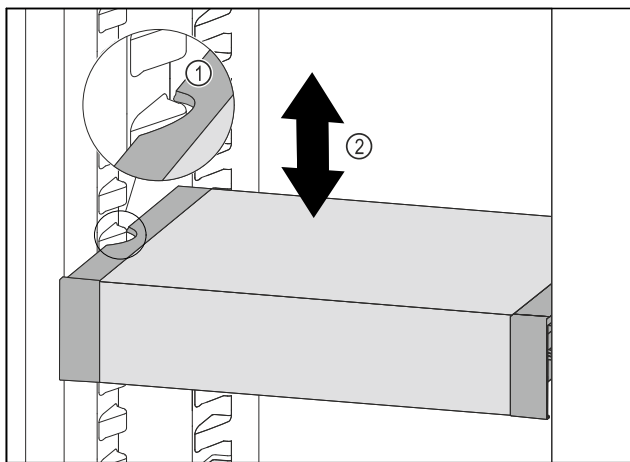

Fig. 123
- ▶ Predal VarioSafe povlecite v smeri naprej, dokler nista stranska izreza predala VarioSafe na višini nastavka za posodo v hladilniku. Fig. 123 (1)
- ▶ Predal VarioSafe premikajte v hladilniku gor ali dol, dokler ne dosežete zelene višino. Fig. 123 (2)